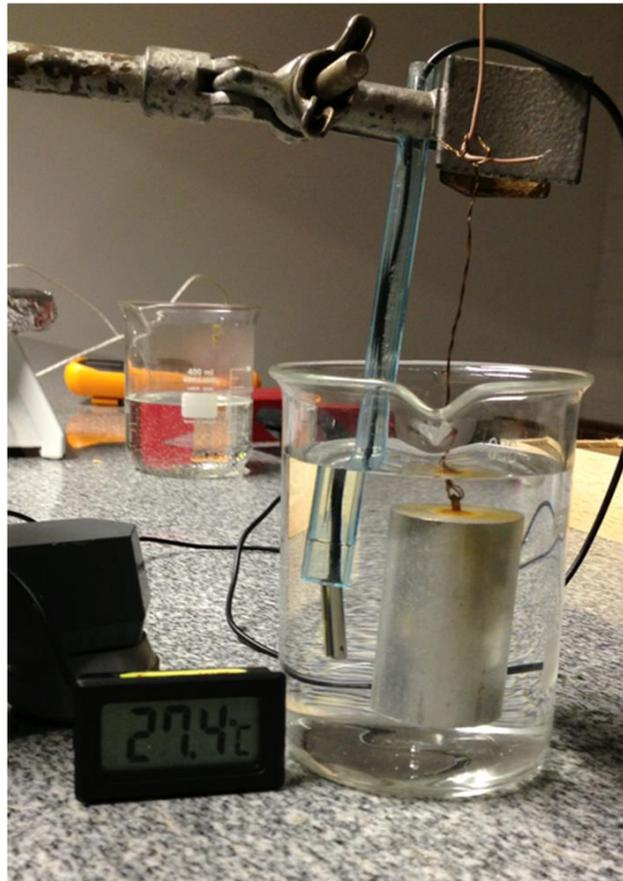

Figura 2. Visão geral do sistema mostrando a posição do termômetro e da peça metálica.
- iv. Clicar na nova “COM” que aparecer. Caso não apareça uma nova, clique na mesma “COM” do item 2;
- xi. Posicione o termômetro à meia-altura no béquer, em uma posição que permita introduzir a peça metálica e que não esteja em contato com a superfície do béquer, conforme a Figura 2. Para começar a medir (sem colocar a peça metálica), aperte o botão RESET na interface para zerar o tempo e clique no ícone que aparece a temperatura. Meça por um período de 4 minutos;